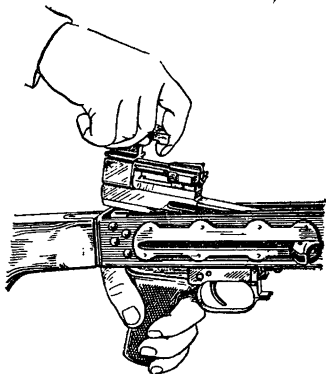

Рис. 7. Отделение затворной рамы с затвором
6) **отделить затворную раму с затвором.** Удерживая пулемет левой рукой за пистолетную рукоятку (пулемет ПКТ—за электроспуск), правой рукой за извлекатель отвести затворную раму назад до отказа; приподнимая затворную раму, вынуть ее вместе с затвором (рис. 7) из ствольной коробки;